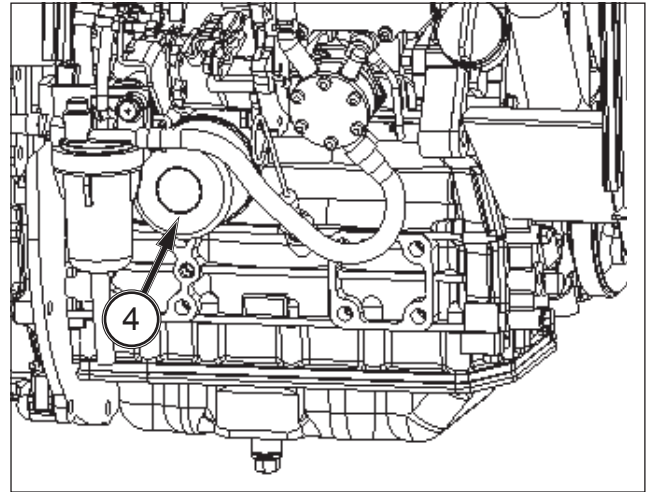

ABB. 88
ABB. 88 und 89: Zum Öffnen der Motorhaube das Werkzeug (1) in die Bohrung auf dem Frontgitter einsetzen und drücken.